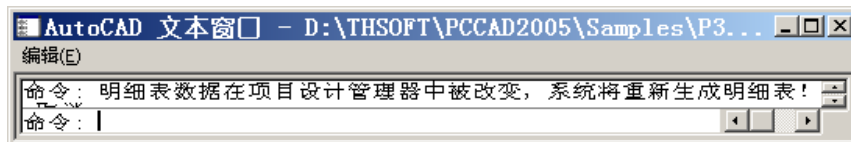
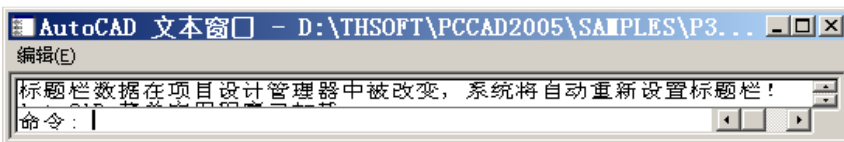

图 16-8
图 16-9
- A. 明细表被更新：则在打开时出现提示，如图 16-8。
- B. 标题栏被更新：则在打开时出现提示，如图 16-8。
- C. 明细表和标题栏同时被更新：则依次出现图 16-8 和图 16-9 对话框。